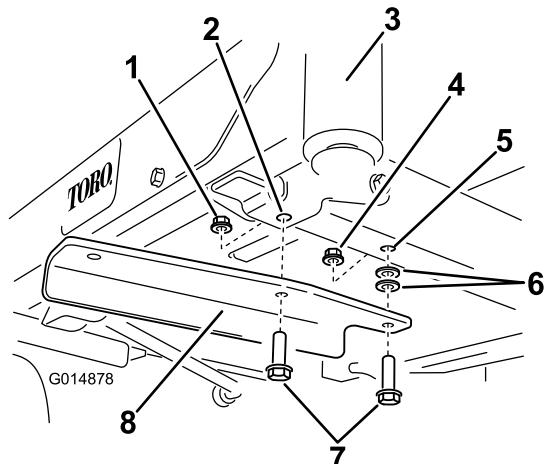

Figura 5
4. Instale el soporte izquierdo en la parte inferior del bastidor usando 2 pernos (3/8" x 1 1/4"), 2 arandelas y 2 contratuerca (3/8") (Figura 5).